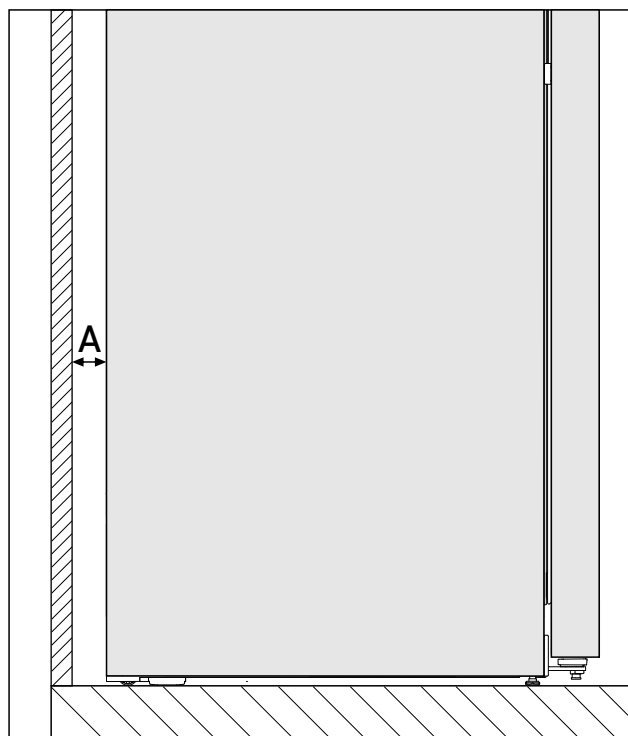

Fig. 3\*
Az energiafogyasztás megállapítása a készülék hátoldala és a fal közötti Fig. 3 (A) távolság mellett történt. Ha a faltól való távolság kevesebb mint Fig. 3 (A), az nincs hatással a készülék működőképességére, viszont ha túl csekély a faltól való távolság, az kis mértékben megnöveli a készülék energiafogyasztását.